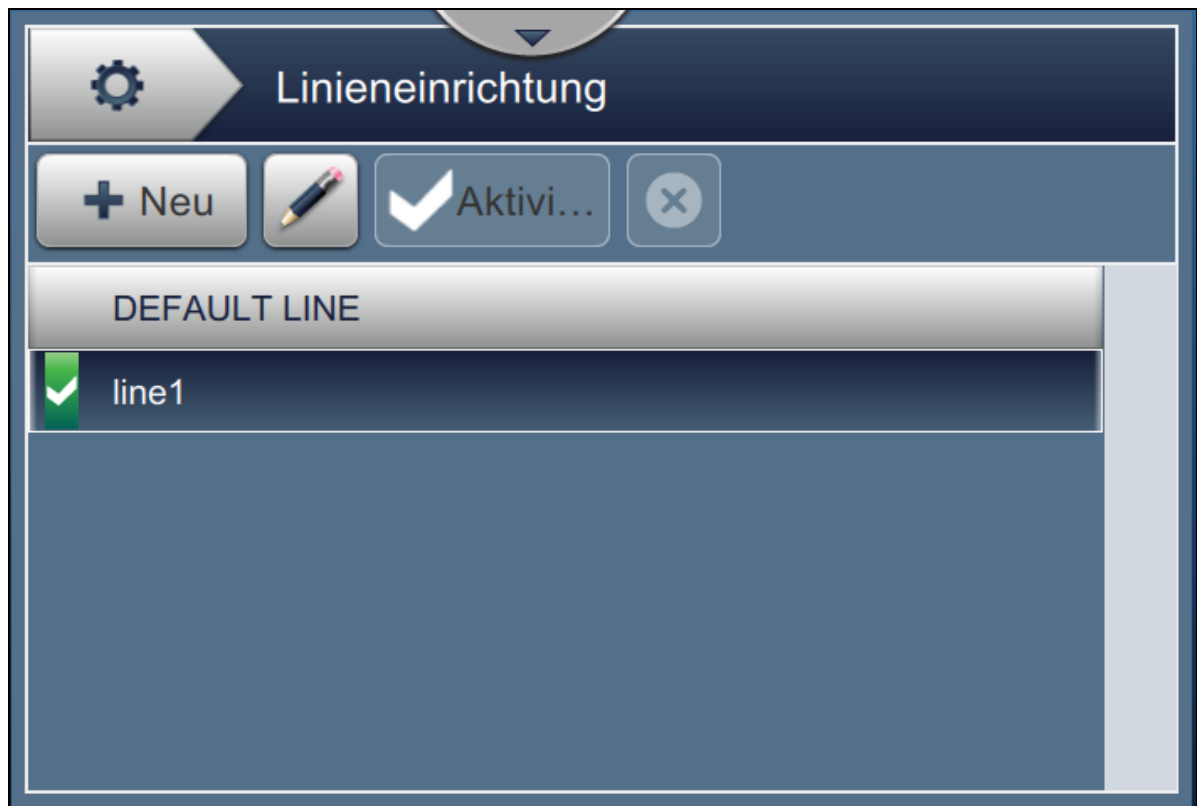

Abbildung 6-5: Linieneinrichtung
1. Berühren Sie die  Schaltfläche auf dem Bildschirm „Werkzeuge“. Der Bildschirm „Linieneinrichtung“ erscheint, wie dargestellt in Abbildung 6-5.